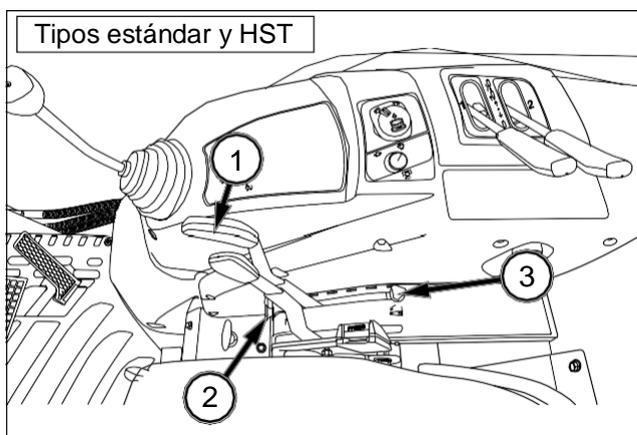

FIG. 126
FIG. 126 y 127: Posiciones de la palanca - Utilice la palanca de control de posición (1) para regular la posición del enganche y del equipo.